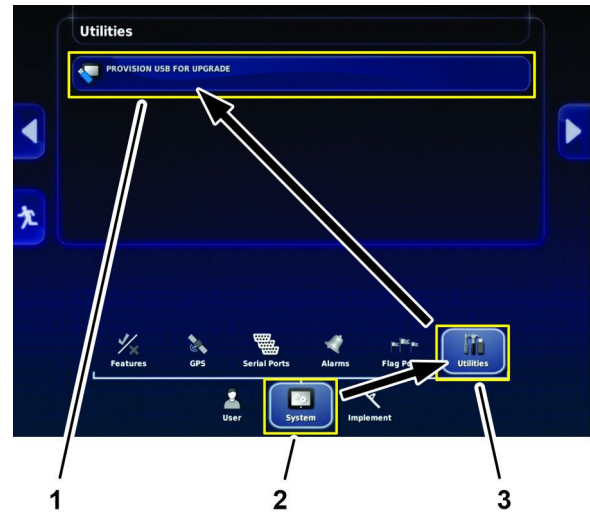

Figura 20
4. En la pantalla de configuración, pulse el icono SISTEMA y el icono UTILIDADES (Figura 20).
5. En el cuadro de diálogo Utilidades, pulse el icono APROVISIONAR USB PARA LA ACTUALIZACIÓN (Figura 20).